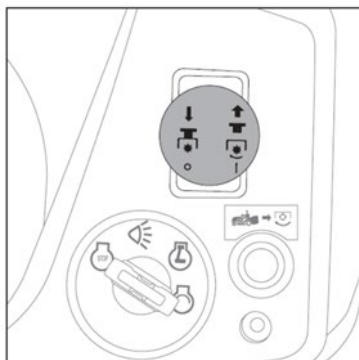

Fig.20
2. Tire de la palanca hacia arriba hasta la posición ENGRANADO (ON).
3. Para desactivar las cuchillas, empuje la palanca hacia abajo hasta la posición desengranado/desactivado. (Fig.20)